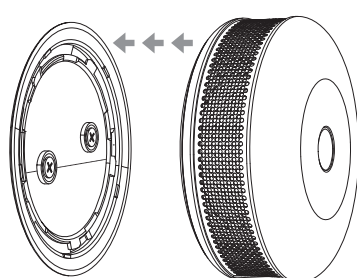

Fig. 6.
6. Bevestig het apparaat op de deksel (Fig. 6).